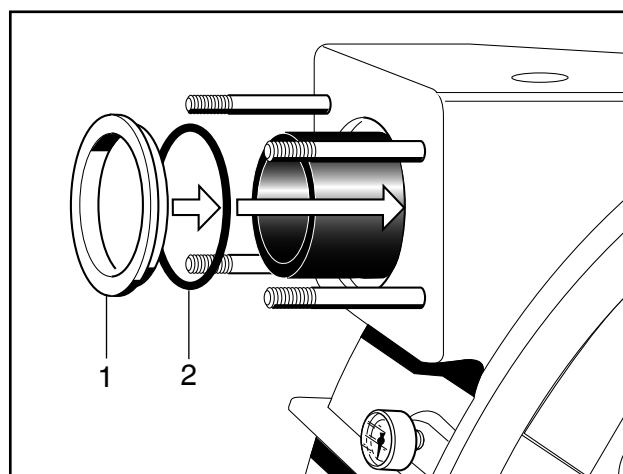

Fig. 33 Montage de la bague segmentée
4. Monter tout d'abord complètement le raccord du côté de refoulement. Commencer par le montage du nouveau joint torique (Pos. 2 Fig. 33) sur la bague (Fig. 33).